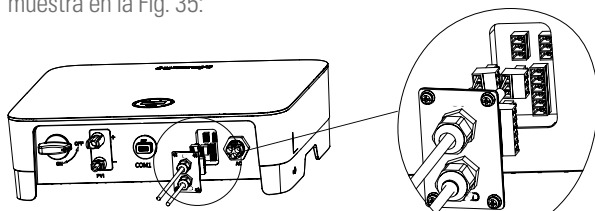

Fig. 35. Conexión del conector de 3 pines en el inversor.
4. Inserte el conector de 3 pines en el inversor y atornille la placa protectora con un destornillador de estrella, tal como se muestra en la Fig. 35: